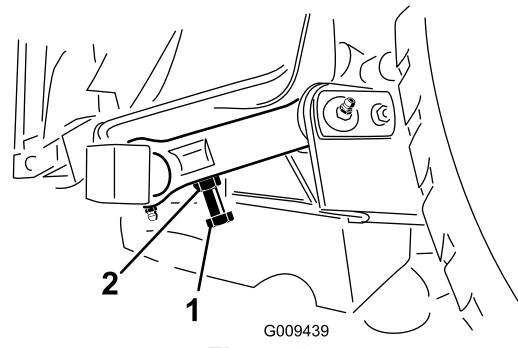

Figura 25
3. Para ajustar a distância, localize o parafuso de ajuste existente na ligação articulada posterior da plataforma do cortador (Figura 25).